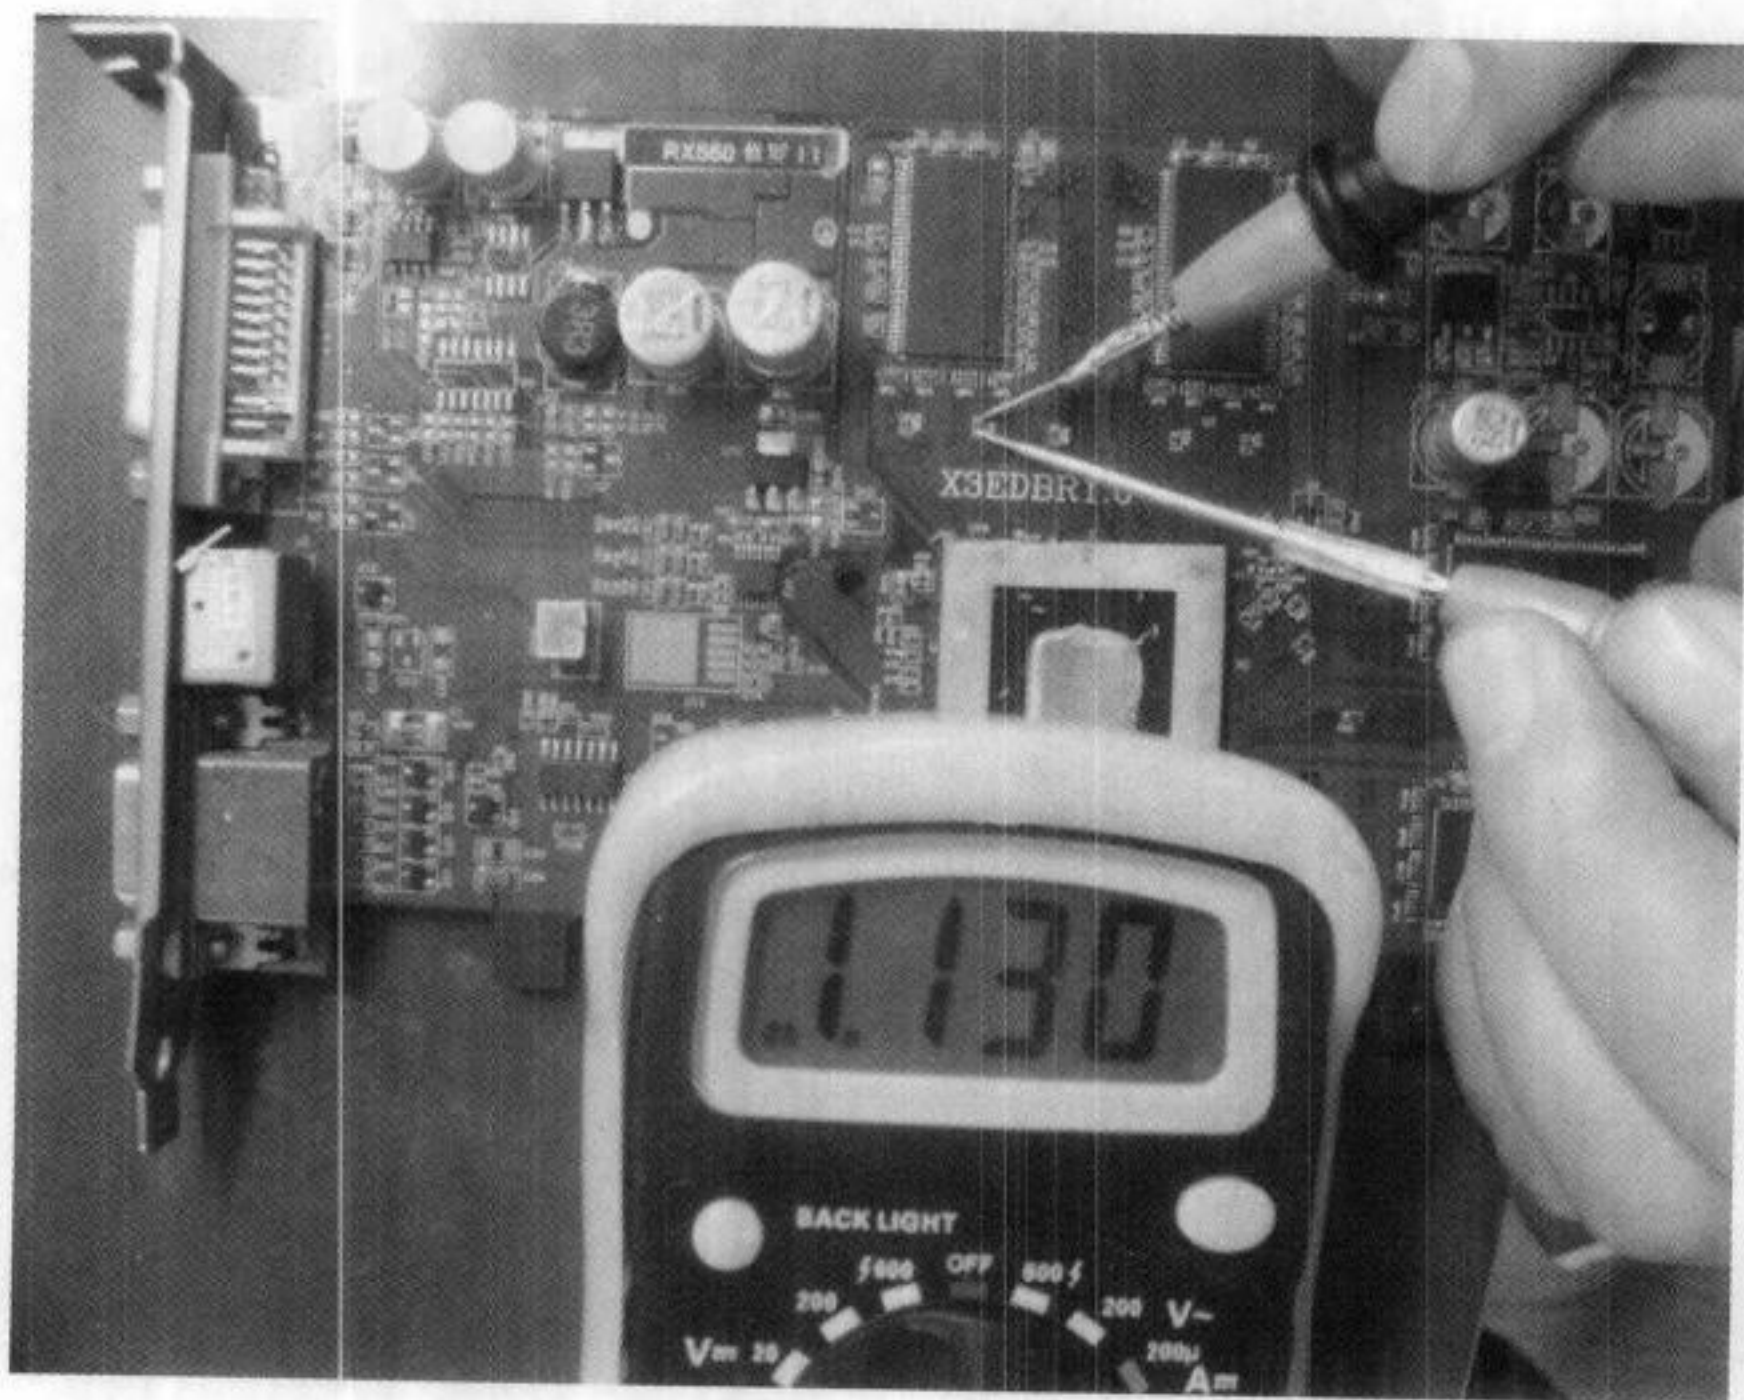

图 5-95 电阻坏了
(12) 量右边的电阻为 1130Ω , 如图 5-95 所示。